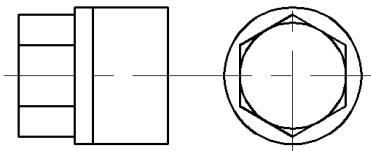
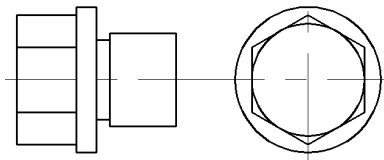

图 3-50 修剪结果
图 3-51 偏移并修剪直线
③ 单击“默认”选项卡“修改”面板中的“修剪”按钮 ✂ 和“删除”按钮 ✖ ，修剪并删除多余的直线，效果如图 3-50 所示。
④ 单击“默认”选项卡“修改”面板中的“偏移”按钮 ↔ ，将图 3-50 中的水平中心线向上、向下各偏移 6、7，将竖直中心线向左偏移 30，并将偏移的直线转换到“轮廓线”图层，然后单击“默认”选项卡“修改”面板中的“修剪”按钮 ✂ ，修剪多余的直线，效果如图 3-51 所示。